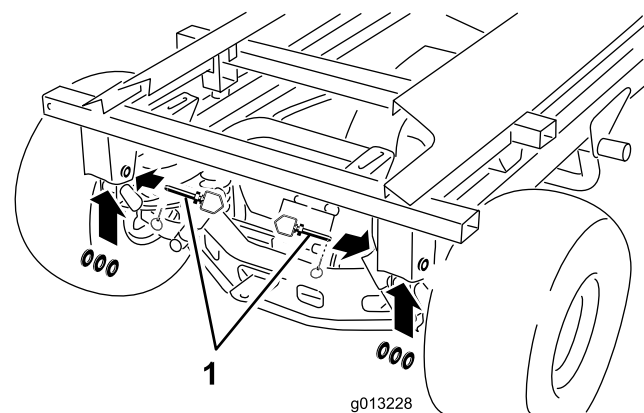

図 50
- 後部のリンチピン、ヒッチピン、ワッシャを外す 図 50。